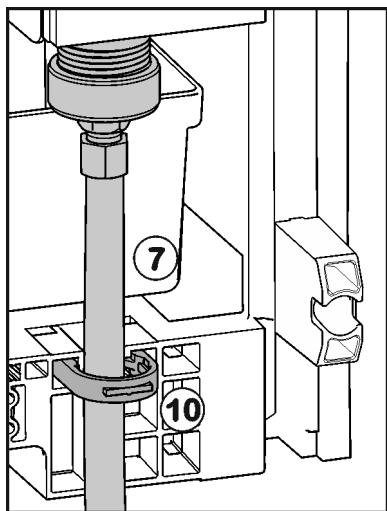

Fig. 19
- Dado el caso, fije la tubería de agua Fig. 19 (7) con el estribo de retención Fig. 19 (10) en la carcasa.